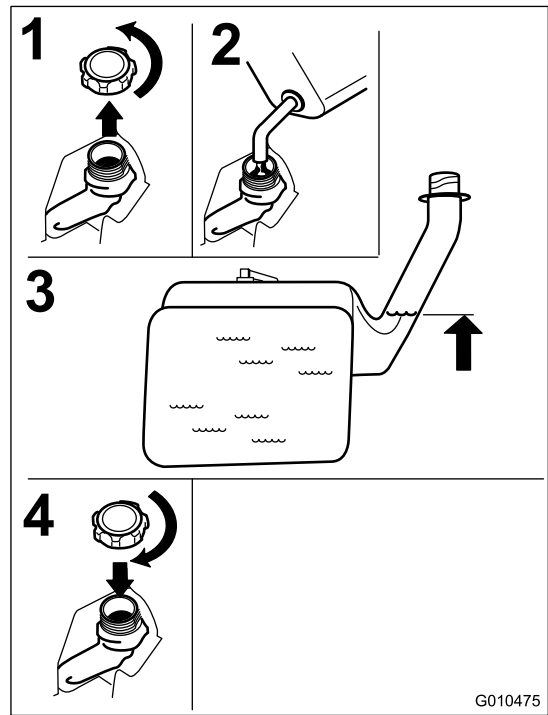

Figura 12
2. Añada gasolina sin plomo **lentamente** hasta que el combustible llegue a la base del cuello de llenado (Figura 12).